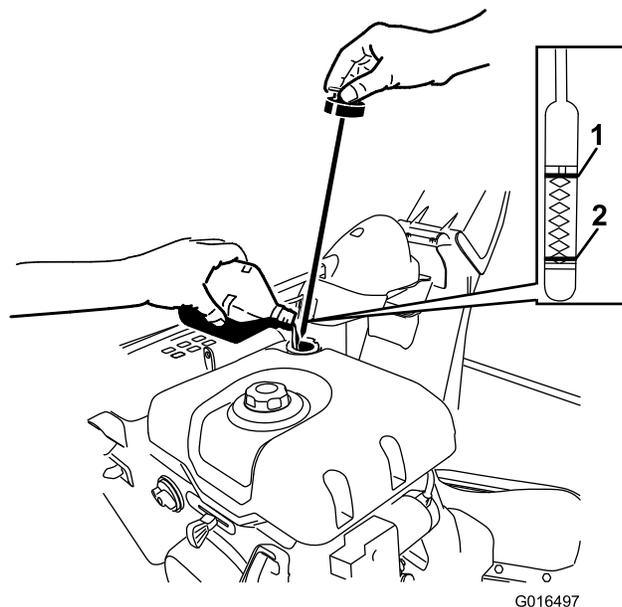

Bild 50
A. Nehmen Sie den Peilstab heraus und füllen Sie das Öl langsam in den Öleinfüllstutzen ein, um den Ölstand auf die Voll-Markierung am Peilstab anzuheben (**Bild 50**). **Überfüllen Sie nicht.**